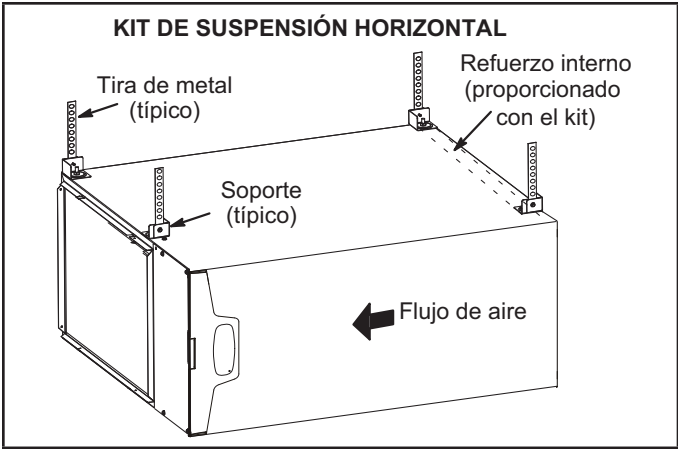
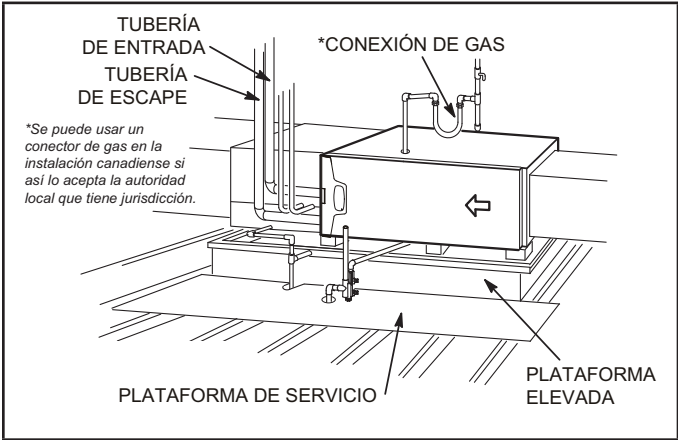

FIGURA 18
FIGURA 19
Este calefactor puede instalarse ya sea en un ático o en un espacio entre plantas. Ya sea cuelgue el calefactor de los travesaños del techo o de las vigas del piso, tal como se muestra en la FIGURA 18, o instale el calefactor sobre una plataforma, tal como se muestra en la FIGURA 19. Se puede ordenar un kit de suspensión horizontal (51W10) de Lennox o usar un equivalente.
- 2 - Construya un marco de madera elevado y cúbralo con una lámina de madera terciada. Si la unidad se instala arriba del espacio acabado, instale un colector de drenaje auxiliar debajo de la unidad. Coloque la unidad en el colector de drenaje como se muestra en la FIGURA 19. Deje 8 pulgadas de espaciamiento de servicio debajo de la unidad para la trampa de condensado.